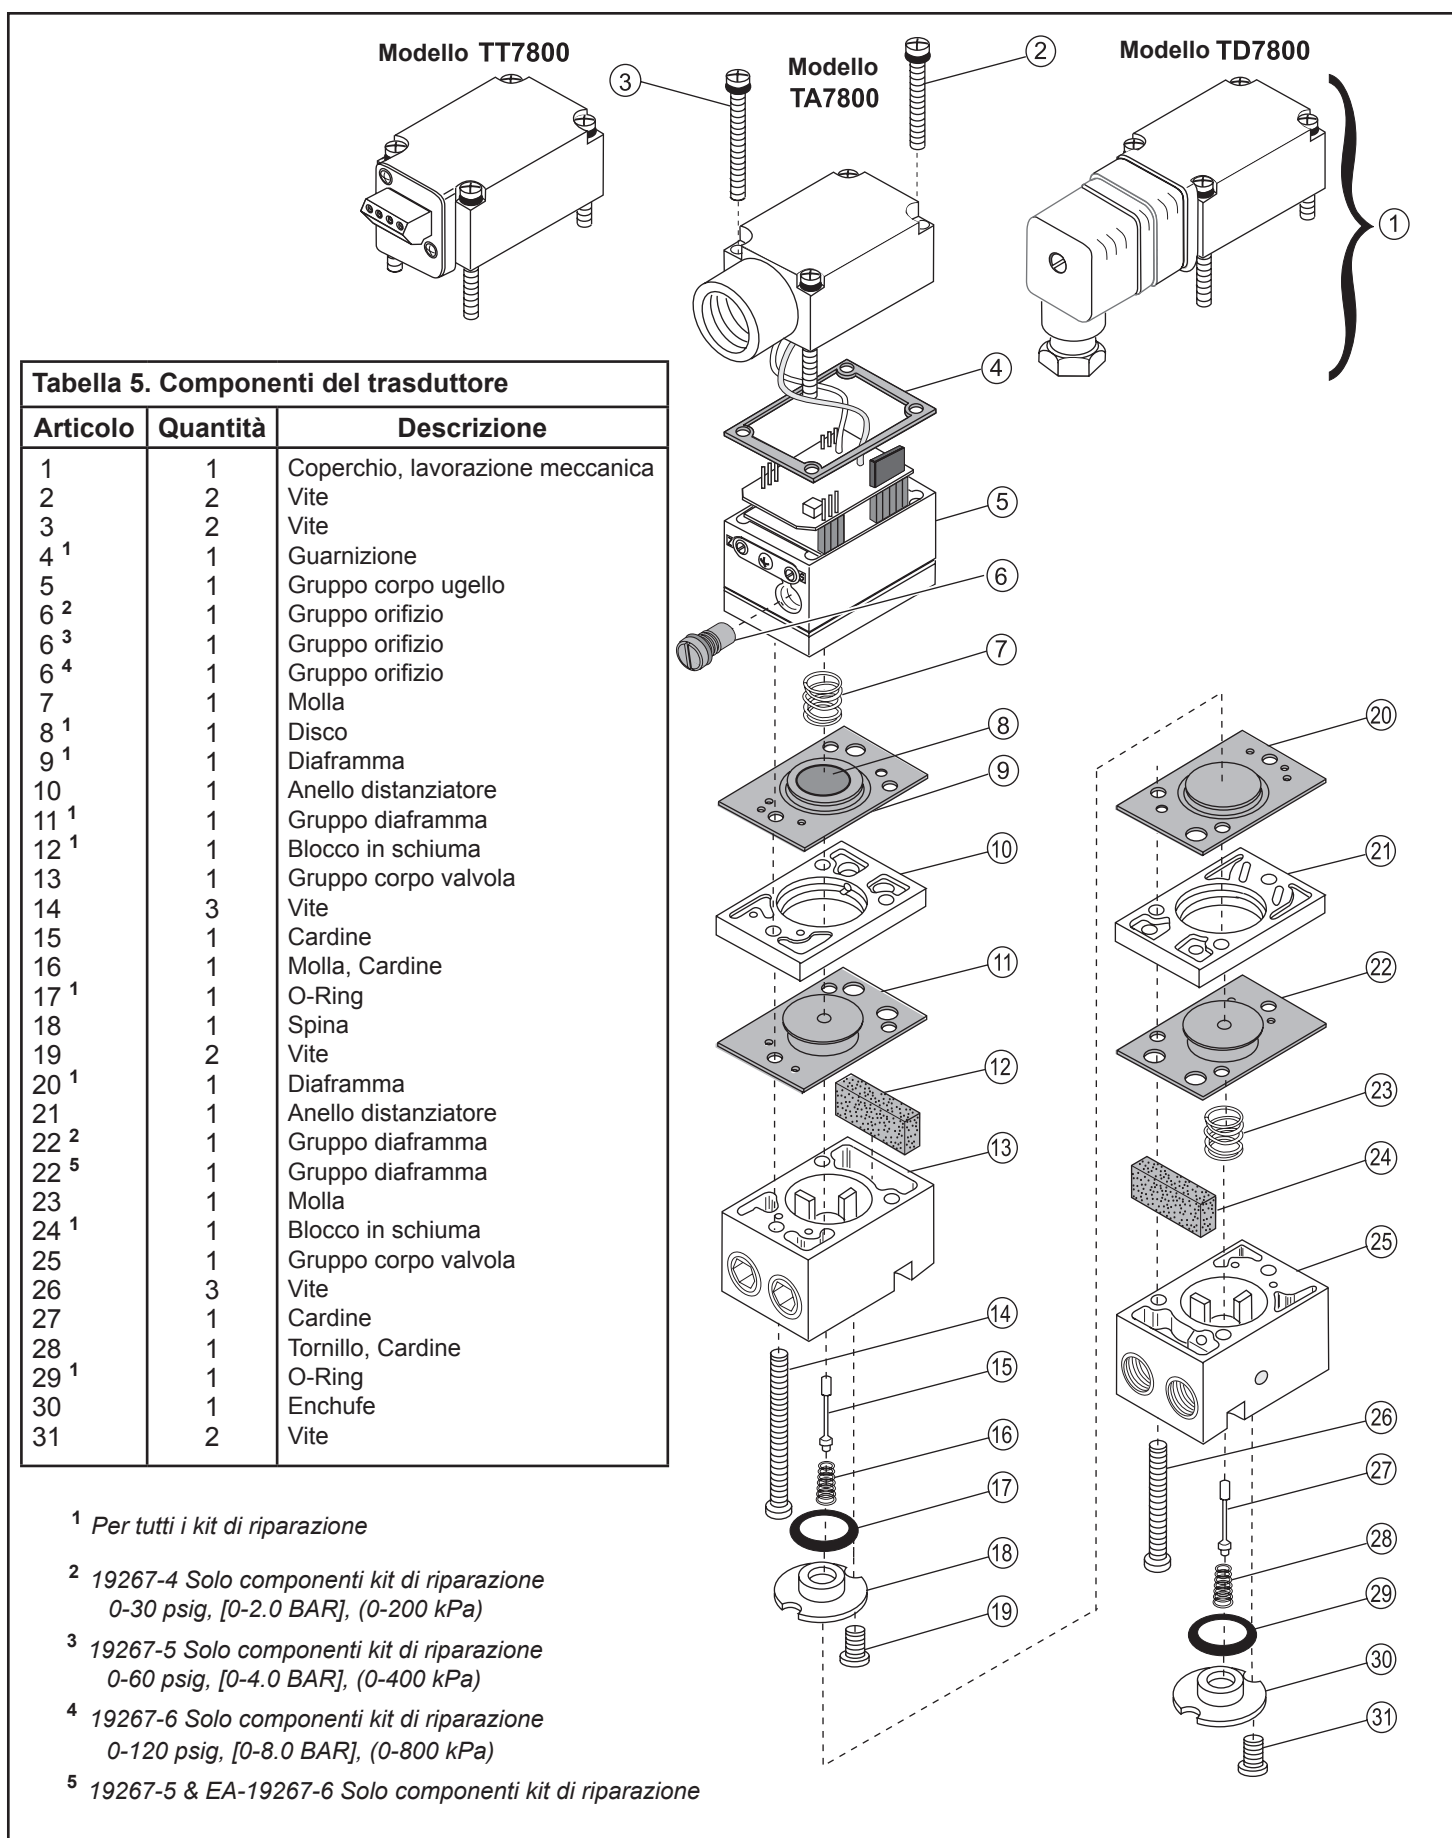

Figura 11. Disegno esploso
2. Togliere il gruppo orifizio (6) dall'unità. Per ulteriori e più dettagliate informazioni, vedere la Figura 11. "Dimensioni esplose" a pagina 6.